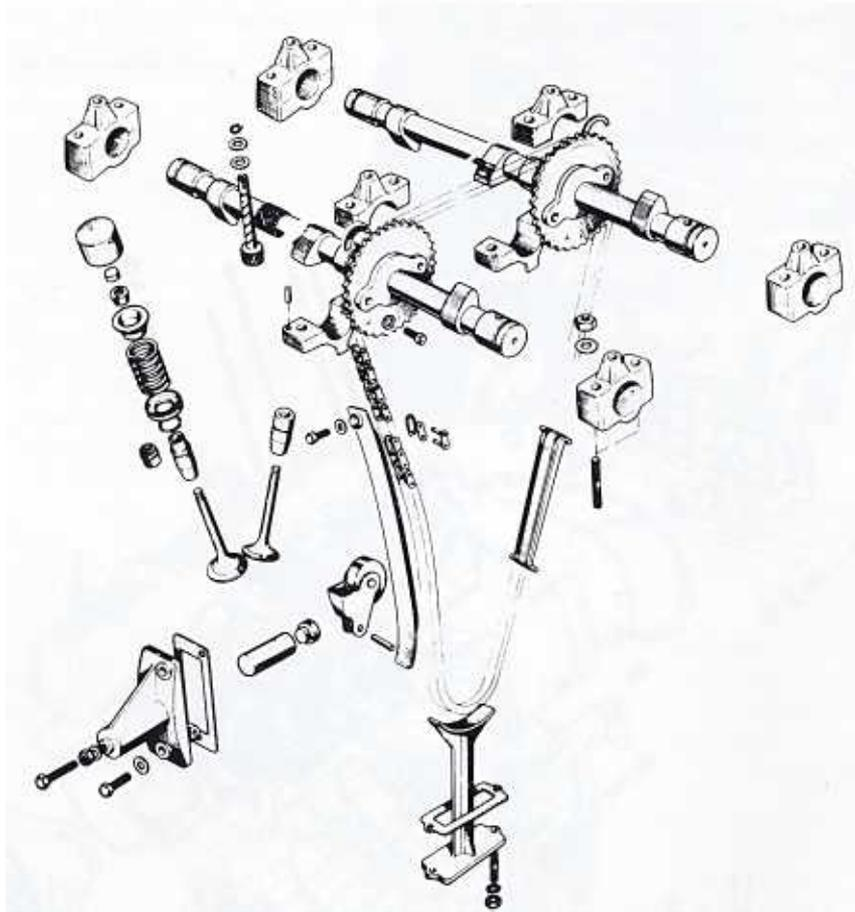

Bild 103
- Am Dreizylindermotor wird die Steuerkette durch eine Gleitschiene gespannt und nicht durch eine auf der Kette laufende Spannrolle. Die Gleitschiene wird durch ein hydraulisch gespanntes Rad gespannt gehalten; das Rad ist jedoch keiner Abnutzung unterworfen. Einzelheiten gehen aus Bild 103 hervor. Gegenüber der Spannschiene ist eine Dämpferschiene im Kettenschacht eingesetzt. Nach dem Abnehmen des Zylinderkopfes und dem Abheben des Zylinderblocks um etwa 10 mm kann sie ausgehängt und herausgezogen werden. Beim Einsetzen darauf achten, dass das dickere Ende oben liegt und dass das Querstück am unteren Ende in die Aussparung des Kurbelgehäuses greift (Bild 100). Kettenspannerschiene und Dämpferschiene sind einer gewissen Abnutzung unterworfen und müssen gegebenenfalls ersetzt werden.